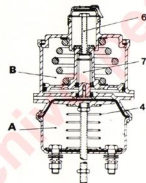

Fig. 11.10. - Desfrenado mecánico de emergencia
— **Desfrenado mecánico de emergencia** (fig. 11.10). — En el caso de que el vehículo quede frenado por falta de presión en el cuerpo (B), se podrán desplazar el vehículo si se afloja el tornillo (6), con lo que retrocederá el manguito (7) por acción del muelle (4), quedando las zapatas en reposo.